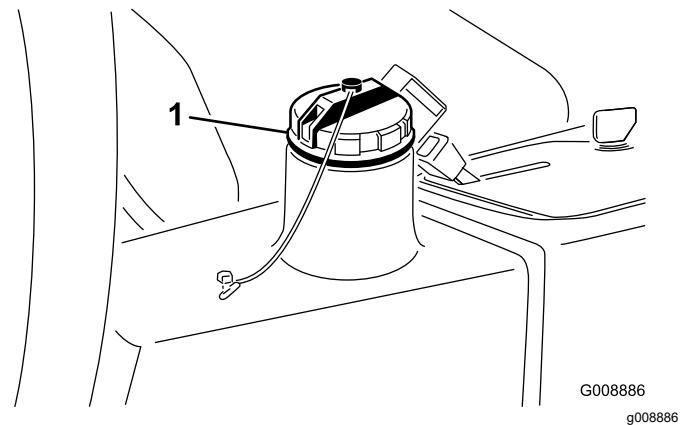

Figura 80
4. Llene el depósito (Figura 80) con aproximadamente 13,2 litros de aceite hidráulico; consulte Comprobación del sistema hidráulico \(página 25\).